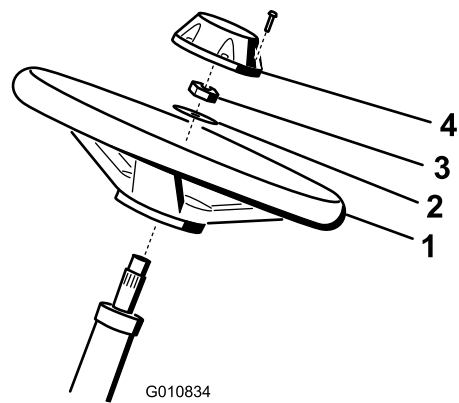

図 6
1. ハンドルをステアリングシャフトにはめ込む 図 6。
2. ワッシャをステアリングシャフトにはめ込む 図 6。
2.8-3.6 kg/m = 20-26 ft-lb にトルク締めする 図 6。
4. キャップを取り付け、ボルト6本で固定する 図 6。